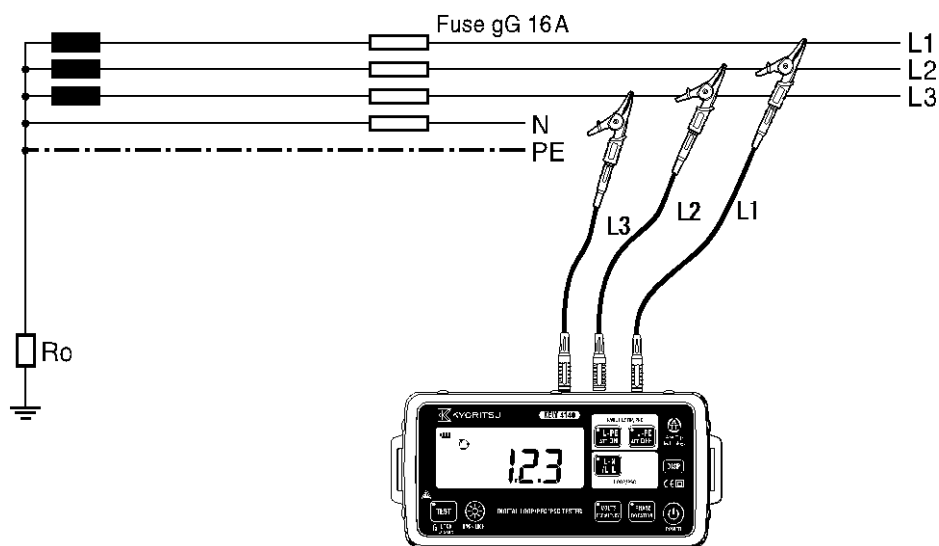

Fig8-2
3. Conecte cada cable de medida al circuito. (Fig.8-2)